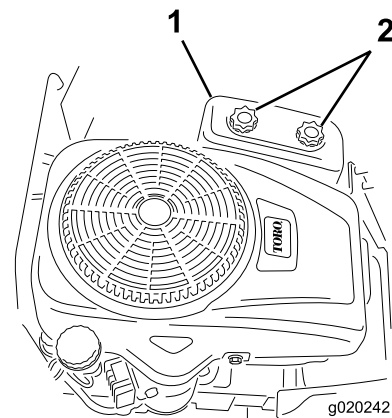

Figure 35
3. Retirez le couvercle du filtre à air en desserrant les 2 boutons (Figure 35).
3. Reposez le couvercle du filtre à air et serrez les 2 boutons (Figure 35).